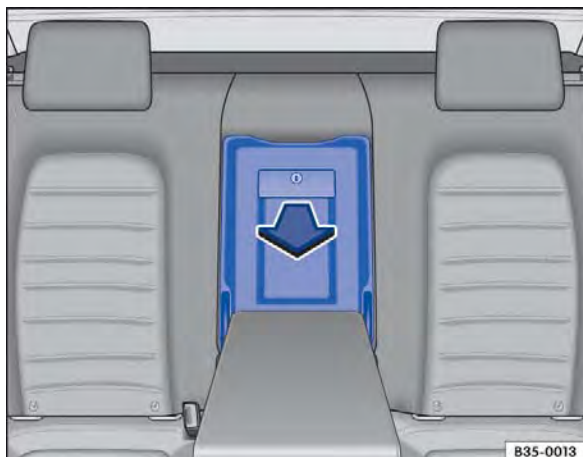

Fig. 95 No encosto do banco traseiro: abrir o dispositivo para transporte de objetos longos.
- Puxar a alavanca de destravamento ⇒ **Fig. 95** e rebater a tampa do dispositivo para transporte de objetos longos completamente para a frente, na direção da seta.